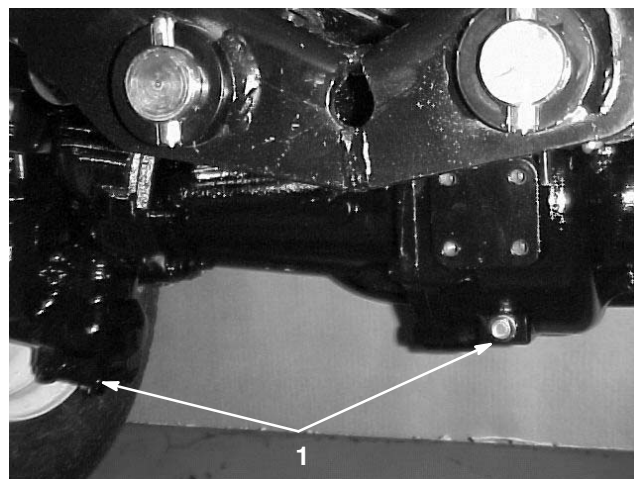

Figure 69
2. Nettoyez la surface autour des 3 bouchons de vidange, 1 à chaque extrémité et 1 au centre (Fig. 69).